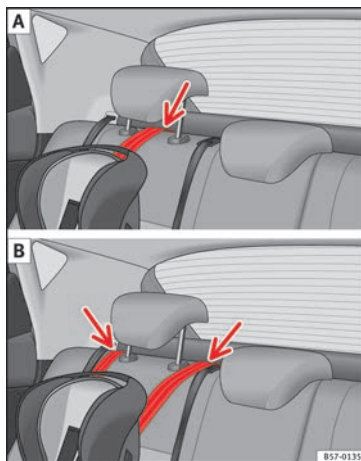

Fig. 33 Correia de fixação: ajuste e montagem em função do cinto Top Tether.
- Coloque a correia por baixo do encosto de cabeça do banco traseiro » **Fig. 33** (em função das instruções da própria cadeira, levante ou retire o encosto de cabeça se for necessário).